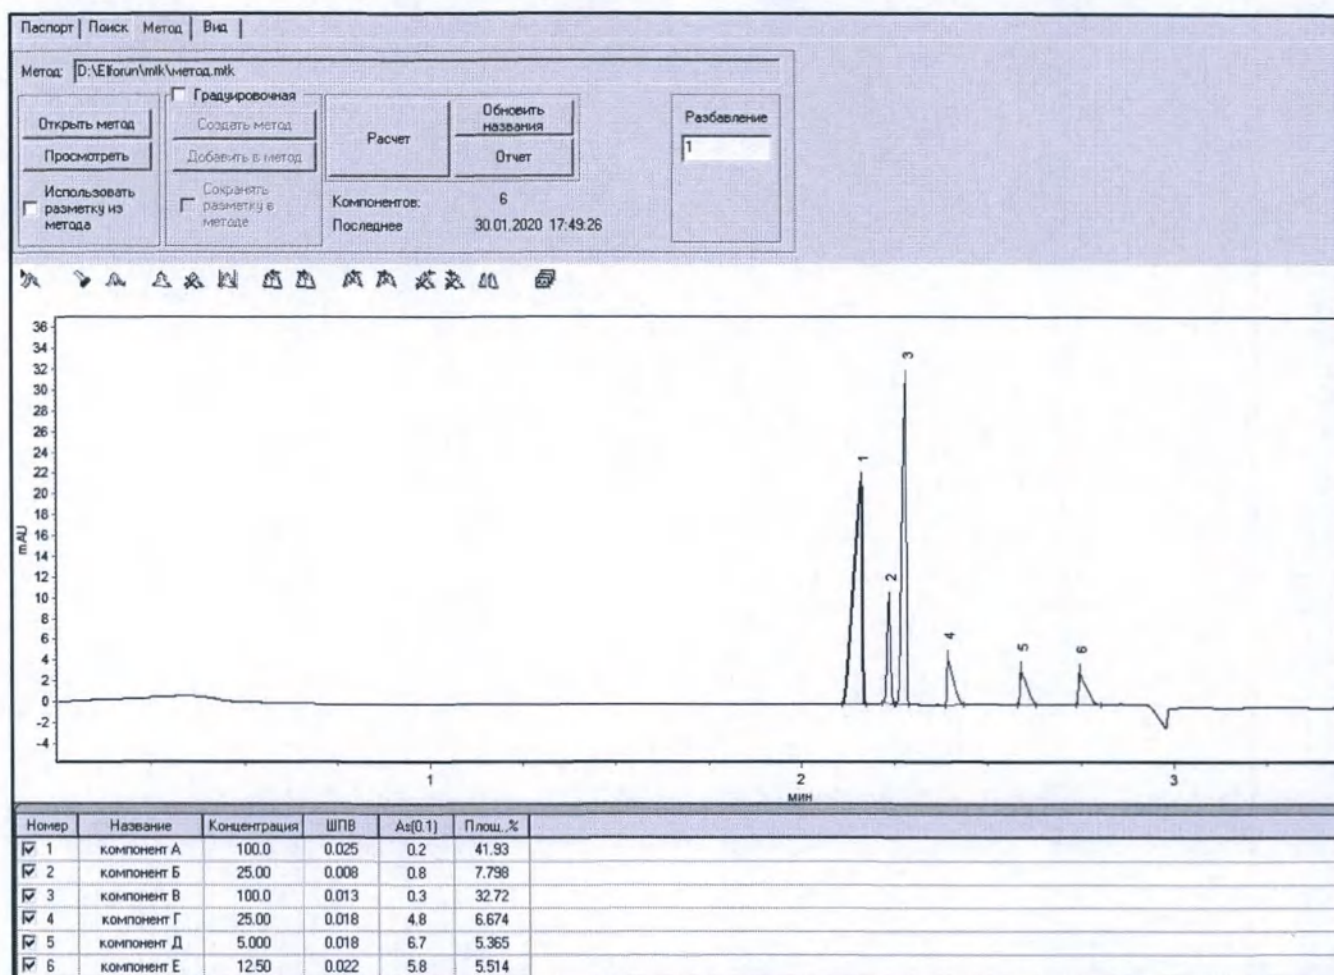

Рисунок 72 – Проверка правильности идентификации пиков
- Проверяют правильность идентификации пиков компонентов (рисунок 72). При необходимости корректируют названия пиков в *Таблице компонентов*. Названия компонентов изменяются в соответствии с *Градуировочной таблицей Метода*, при этом основанием для изменения является время выхода компонента, одновременно происходит расчёт концентрации компонентов с использованием типа градуировочной зависимости *Абсолютная*.